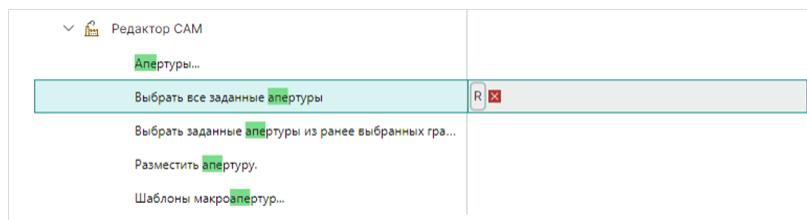

Рис. 71 Отображение заданной комбинации клавиш
4. Быстрая клавиша будет задана, см. Рис. 71.